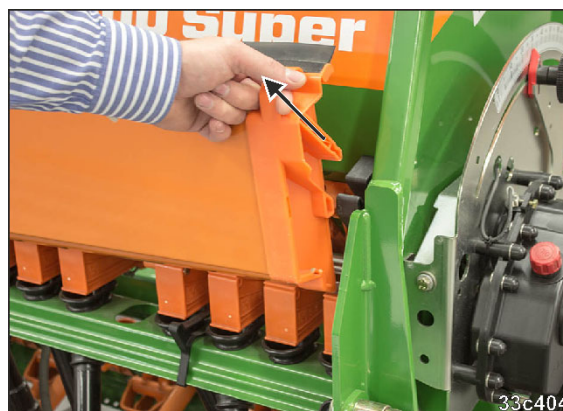

Fig. 216
1. Retirer les augets d'étalonnage (Fig. 216) vers le haut de leurs supports.